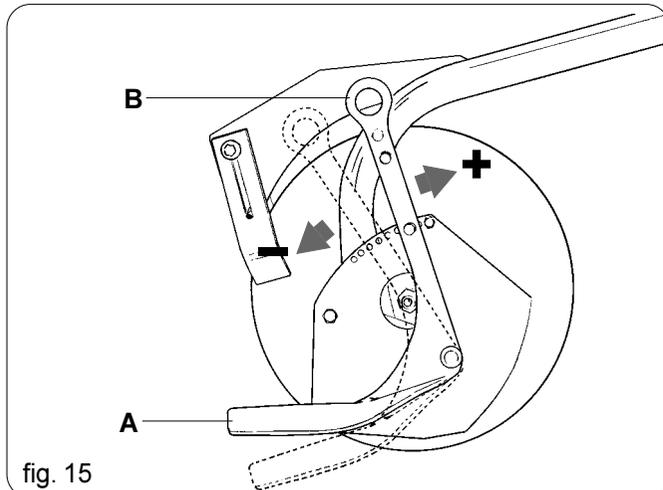

fig. 15
Con assolcatori a disco, la profondità viene determinata dal pattino limitatore (A) variando la posizione dalla leva (B fig. 15).
*With disc-type planter shoes, the depth is determined by the limiter block (A) by changing its position with the lever (B fig. 15)*
Kettenringe zu ändern. Bei Maschinen mit Scheibenscharen wird die Ablagetiefe über den Kufen (A) reguliert, den man über den Hebel (B, Abb. 15) verstellt.
*de de la semence. La pression peut être ultérieurement réglée, pour chaque élément, en agissant sur les ressorts et en modifiant la position des anneaux de la chaîne. La profondeur, dans le cas de rayonneurs à disque, est déterminée par le patin de limitation (A) en variant la position du levier (B fig. 15).*
profundidad es determinada por el patín limitador (A) variando la posición de la palanca (B fig. 15).